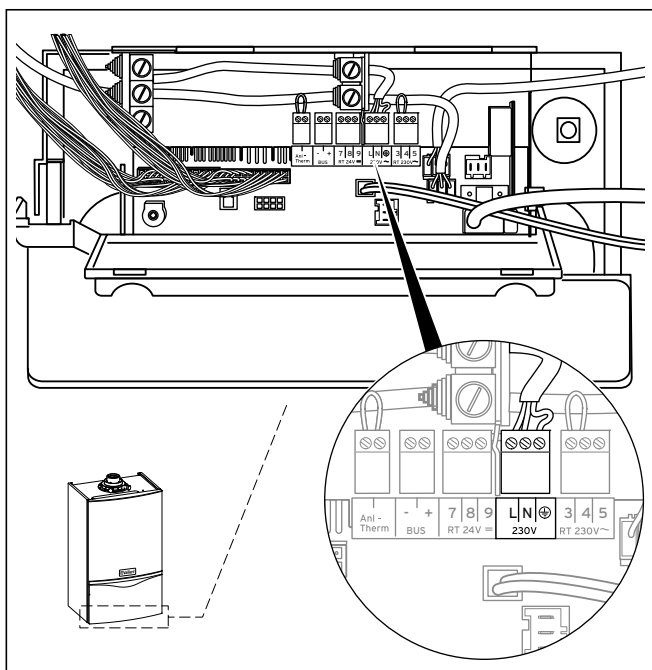

Fig. 8.2 Exemple de câblage
- Branchez le connecteur ProE à l'emplacement prévu à cet effet sur le boîtier électronique (L, N et terre) (→ **fig. 8.2**).
- Branchez le connecteur ProE à l'emplacement prévu à cet effet sur le système électronique (→ **fig. 8.2**).
- Reliez le câble de raccordement du bouton externe aux bornes X41/1 et X41/6 du système électronique (→ **fig. 8.2**).